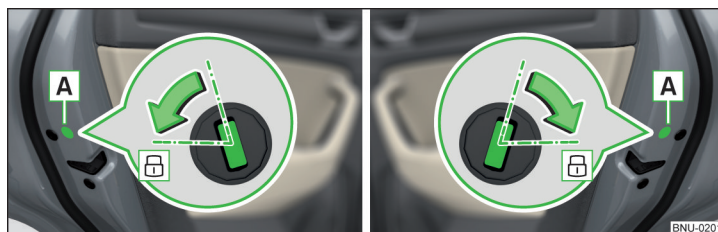

Fig. 250 Portiera stânga / dreapta
- ▶ În cazul autovehiculelor cu masca **A**, înlocuiți-o » fig. 250.